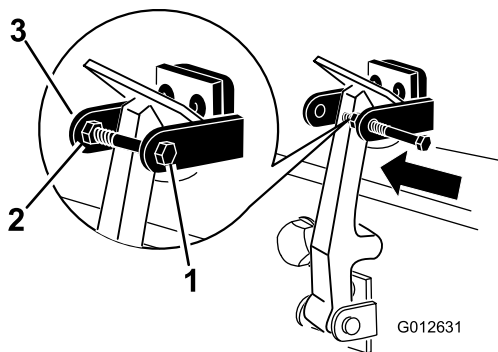

図 15
7. フードロックブラケットのもう一方のアームにボルトを取り付けてラッチを固定する (図 15)。ボルトはしっかりと固定するがナットの締め付けは行わないこと。